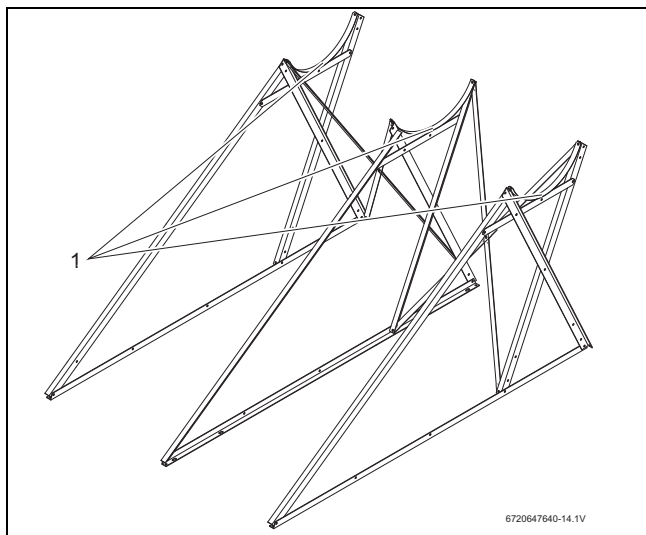

Fig. 23 Fijar abrazaderas del acumulador
- Fijar las abrazaderas del acumulador (Fig. 23, [1]) entre las dos escuadras de asiento del acumulador. La cabeza aplanada del tornillo debe mirar en dirección del acumulador de agua caliente que se montará posteriormente.